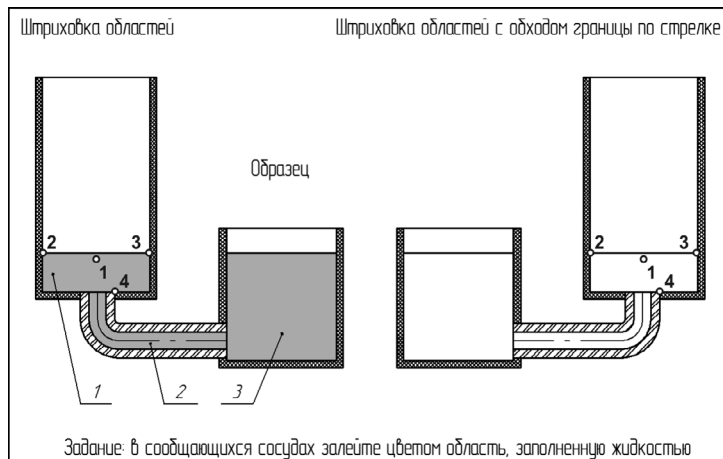

Рис. 34.5. Задание к Упражнению 34.3
5. Укажите курсором точку вблизи геометрического элемента, с которого нужно начать обход будущей границы области штриховки, щелкнув чуть ниже отрезка 2–3 (точка 1 на Образце, рис. 34.5).